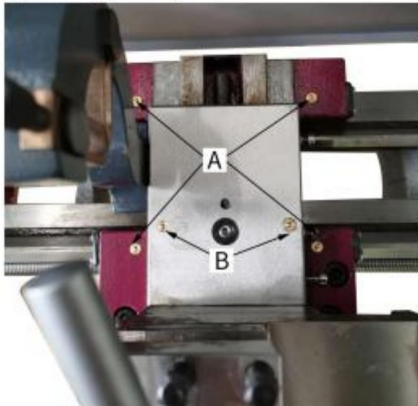

Fig. 36
2. Desserrez la vis moletée (B, Fig. 36) et ouvrez les doigts coulissants
Lubrifiez les quatre orifices d'huile (A, Fig. 36) avec de l'huile pour machine 20W une fois par jour.
les deux orifices d'huile (B, Fig. 36) avec de l'huile pour machine 20W une fois par jour.